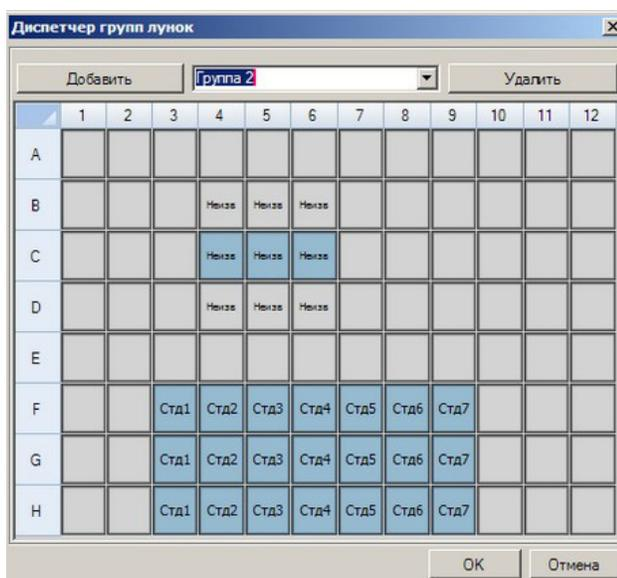

Рис. 34. Цвета лунок в окне Диспетчер групп лунок.
3. Выберите лунки, которые составят группу лунок, на виде плашки, нажав клавишу мыши и проведя мышью по виду плашки для выделения группы лунок. Выбранные лунки становятся синего цвета (Рис. 34).